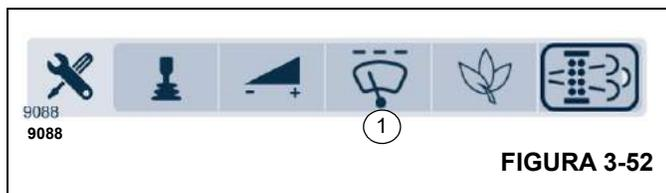

FIGURA 3-52
Seleccione y confirme el símbolo (1), (Figura 3-52).